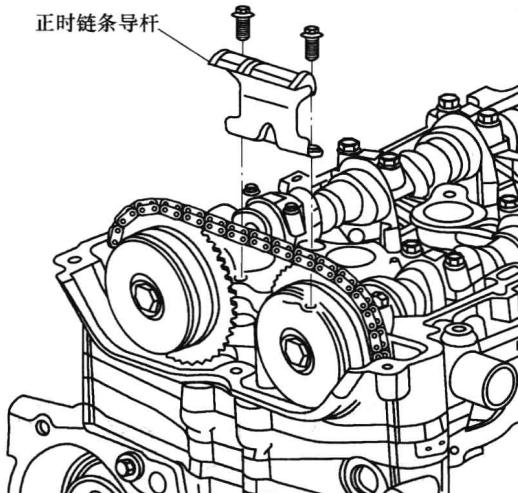

图 1-1 正时链条导杆
- (1) 拆下正时链条导杆螺栓。
- (2) 拆下正时链条导杆，如图 1-1 所示。